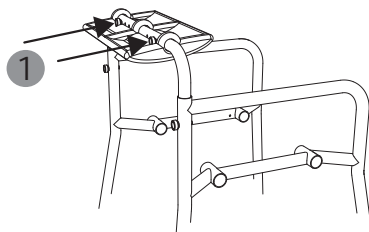

fig. 7
6. Ora le viti sul retro sono ben accessibili e si possono estrarre dall'imbottitura (1, fig. 7).